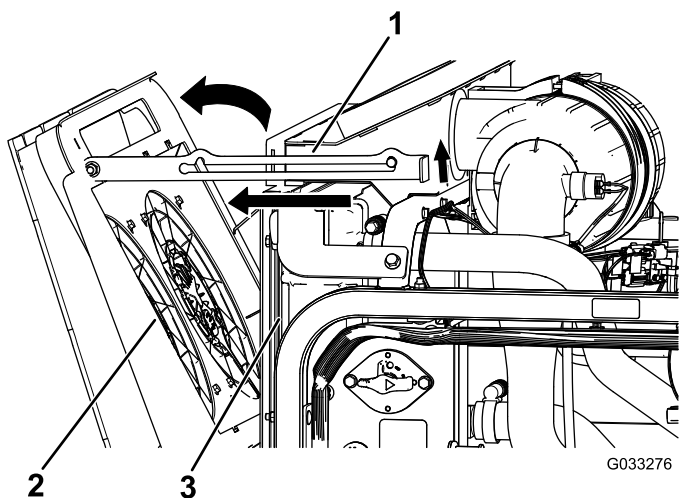

Figura 117
- Rode as ventoinhas de refrigeração do motor para trás do radiador e fixe a barra de apoio no entalhe (Figura 117).